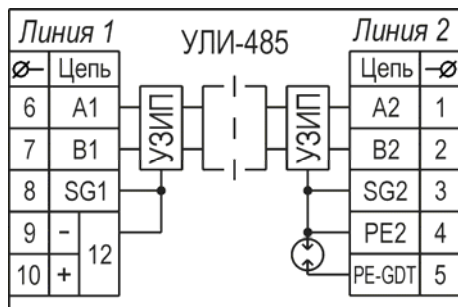

Рис.1
3. Структурная схема УЛИ-485 приведена на рис.1.